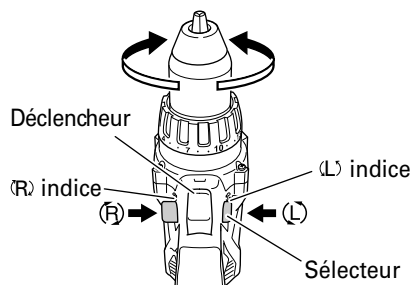

Fig. 7
La mèche tourne dans le sens horaire (vu de l'arrière) quand on appuie sur côté-R du sélecteur. En appuyant sur le côté-L du sélecteur la mèche tourne dans le sens anti-horaire (Voir Fig. 7). (Les repères (L) et (R) sont marqués sur le corps).